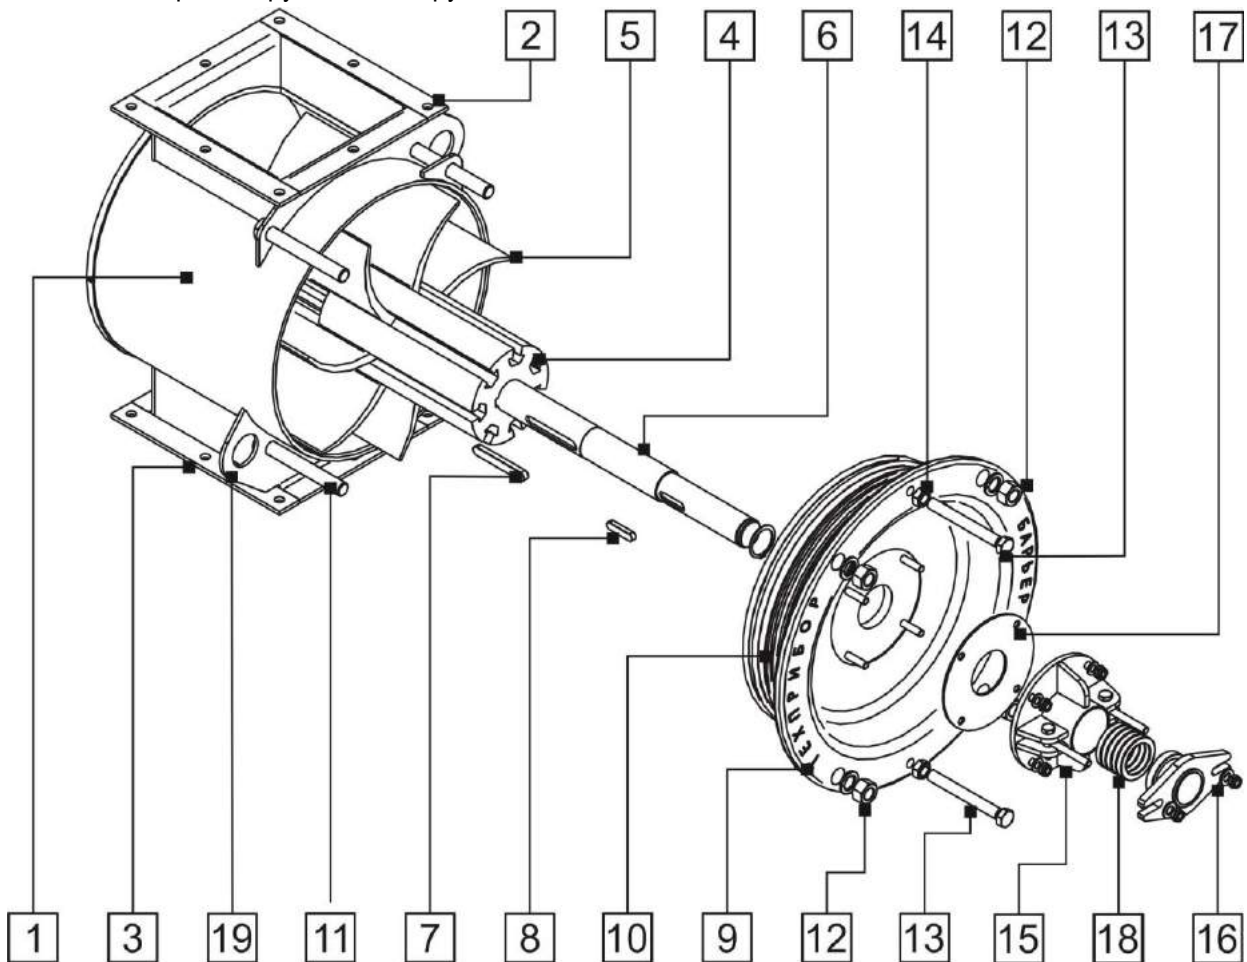

Рис. 4
**1.4.1 Шлюзовой затвор** (Рис. 4) служит для ввода материала, подлежащего транспортированию, в зону повышенного давления – смесительную камеру, а так же уменьшения объема воздуха сбрасываемого через загрузочный патрубок.
**ВНИМАНИЕ:** Зазоры между торцами ячеякового ротора и крышкой корпуса, отрегулированы на заводе-изготовителе, однако, в процессе транспортировки изделия они могут быть нарушены (например, в результате удара по чугунной крышке и ее смещения внутрь корпуса), что может вызвать затрудненный пуск шлюзового затвора. Для облегчения пуска шлюзового затвора необходимо ослабить четыре самоконтрящиеся гайки (Рис. 4, поз. 12), ослабить контргайки (Рис. 4, поз. 14) и вворачивая болты (Рис. 4, поз. 13) добиться выдвигания чугунной крышки из корпуса шлюзового затвора (зазоры в паре торец ячеякового ротора - крышка при этом увеличатся). Далее следует отрегулировать зазоры, как это описано в пункте 3.2.4 настоящего Руководства